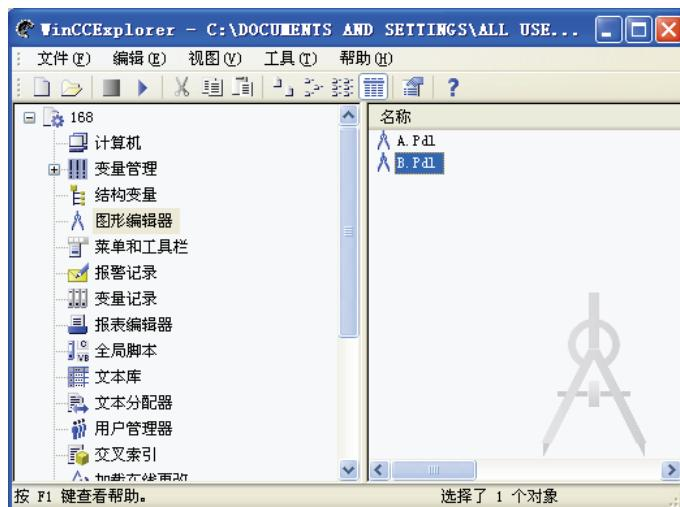

图 5-15 新建画面
1) 在管理器界面中，新建两个画面，分别为“A.Pdl”和“B.Pdl”，如图 5-15 所示。
- 1) 在管理器界面中，新建两个画面，分别为“A.Pdl” 和 “B.Pdl”，如图 5-15 所示。